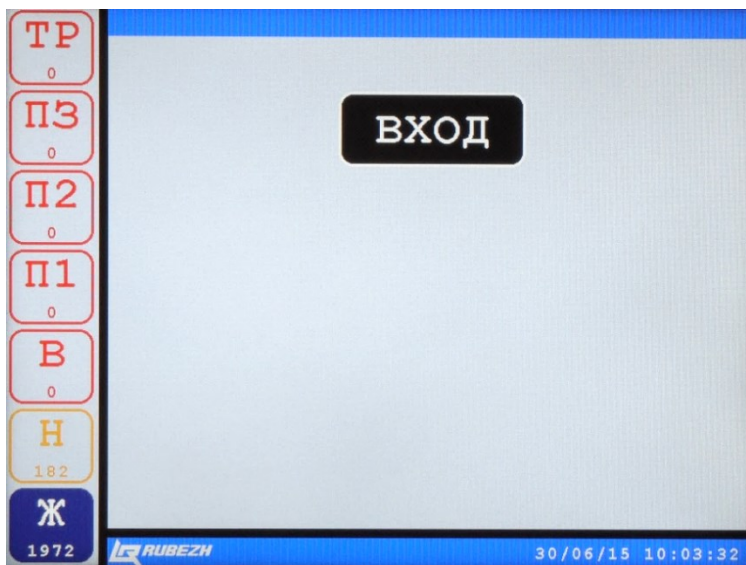

Рисунок 18 – Главное окно сенсорного ЖК монитора
В исходное положение прибор переходит автоматически после подачи напряжения питания, перезагрузки ПО или записи конфигурации. Независимо от событий, отображаемых средствами световой индикации, звуковой сигнализацией и выводимой на сенсорный ЖК монитор информации, прибор постоянно осуществляет контроль состояний подключенных к нему адресных устройств и самодиагностику. Исходному состоянию прибора соответствует свечение индикаторов **СВЯЗЬ**, **ПИТАНИЕ 1**, **ПИТАНИЕ 2** и отображение на сенсорном ЖК мониторе главного окна (Рисунок 18).
– быстрый возврат в главное окно (Рисунок 18).